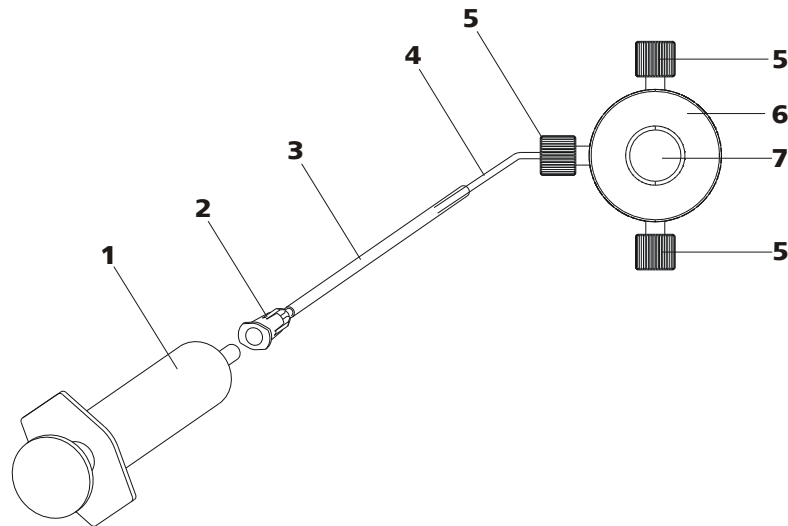

Figura 22 Purga de la bomba de alta presión
Purgue la bomba de alta presión como se indica a continuación (*véase Figura 22, página 34*):
- Inserte la jeringa (22-**1**) en el conector Luer (22-**2**) de la cánula de purga (véase Figura 22, página 34).